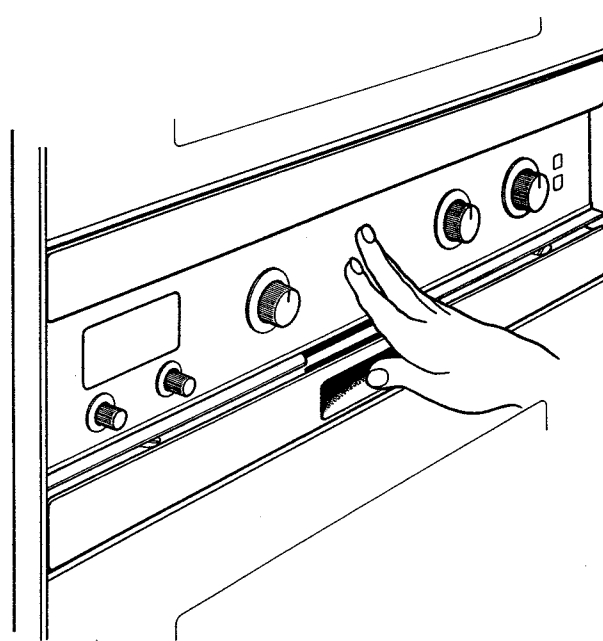

Fig. 3
To get the controls and the handles push the front panel A (fig. 3) till it stops. Push again to return it to the flat position. While the oven is on, the front panel must stay in the rear position in order to prevent excessive heating of the handles.
Pour avoir accès aux commandes et à la poignée pousser le bandeau A (Fig. 3) au centre jusqu'à son arrêt. Pour retourner dans la position primaire, pousser encore le bandeau. Lorsque le four est en fonction, le bandeau A doit rester en position poussée afin de prévenir une chaleur excessive à la poignée.
Außen Betrieb weist der Ofen eine ganz flache Blende auf. Griff und Knöpfe kommen aus der Schalterblende nicht heraus. Um die Steuerungselemente und den Griff zu geben, die Blende (A) auf das mittlere Gebiet bis zum Stillstand drücken (Abb. 3). Um die Blende zur flachen Stellung zu bringen, drücken Sie wieder. Beim Ofen-Betrieb muss die Blende zurückgesetzt bleiben, um übermäßige Erhitzungen des Griffes zu vermeiden.
Per accedere agli organi di comando e alle maniglie, spingere, nella zona centrale, il frontalino (A) (Fig. 3) fino all'arresto. Per riportare il frontalino nella zona di riposo basta ripetere l'operazione. Durante il funzionamento del forno il frontalino deve rimanere in posizione arretrata per evitare eccessivi riscaldamento delle maniglie.